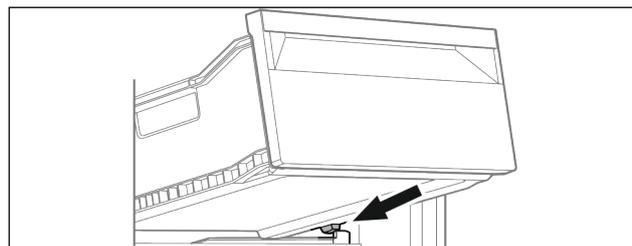

Fig. 15
- ▶ Nasad'te zásuvku šikmo za zářky na žebrování na nádoby Fig. 15 (1).